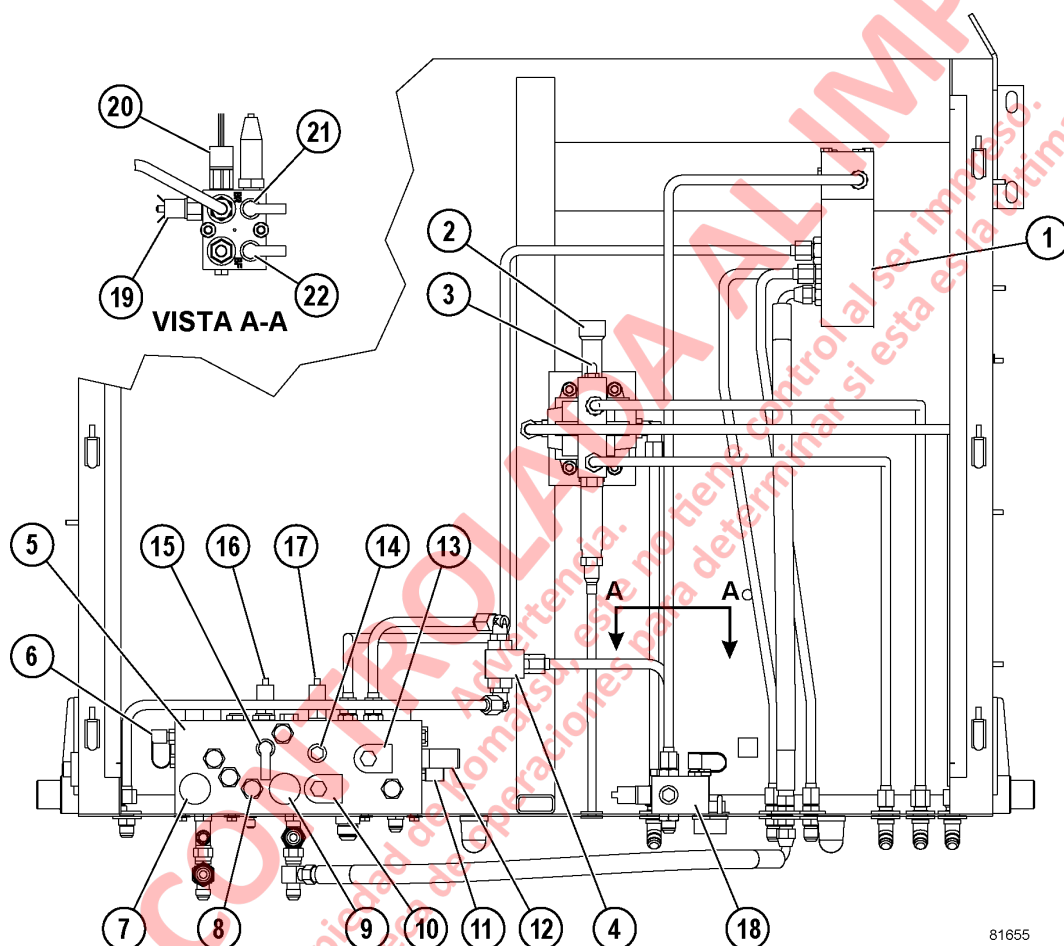

FIGURA 4-1. GABINETE DE FRENOS HIDRÁULICOS
3. Abra las válvulas de purga (7) y (9, Figura 4-1) en el múltiple de frenos para purgar los acumuladores de freno.
- a. El puerto de prueba del freno delantero «BF» (23, Figura 4-1) - 20 685 kPa (3000 psi).
- b. El puerto de prueba del freno trasero «BR» (22, Figura 4-1) - 20 685 kPa (3000 psi).
- c. El puerto de prueba de presión baja del acumulador «LAP1» (15, Figura 4-1) - 20 685 kPa (3000 psi).
- ☐ La presión del freno trasero (BR) marque $17\,235 \pm 517$ kPa (2500 ± 75 psi).
- ☐ La presión del freno delantero (FR) marque $17\,235 \pm 517$ kPa (2500 ± 75 psi).
12. Desconecte el cable conductor de la válvula solenoide del freno de traba (13, Figura 4-1), ubicada en el múltiple de frenos, en el gabinete de frenos hidráulicos.
- ☐ Compruebe que la presión del freno trasero (BR) sea de 6895 ± 172 kPa (1000 ± 25 psi) cuando la advertencia se reanude.
18. Coloque uno de los manómetros (BR o BF) en el puerto de presión (PK2) de liberación del freno de estacionamiento (14, Figura 4-1).